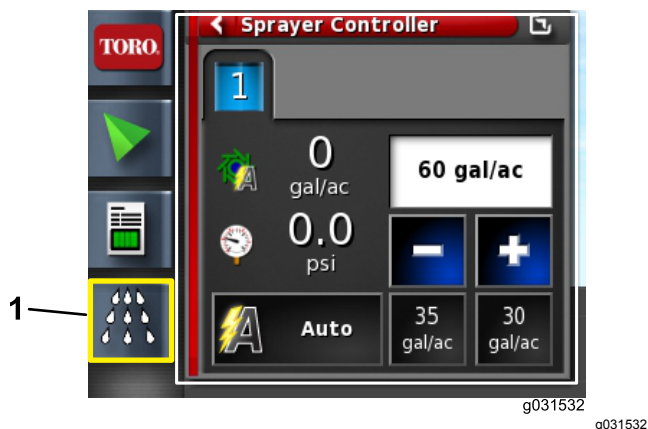

Figura 9
2. Abra o ícone do Controlador do pulverizador (Figura 9).